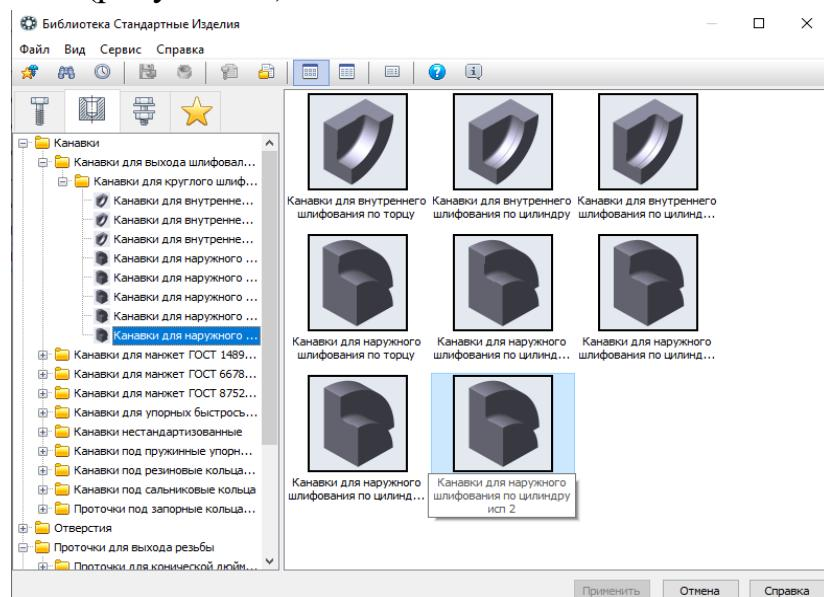

Рисунок 17 - Выбор канавки из Библиотеки Стандартные изделия
- Для создания канавки в строке меню *Приложения* выберите команду *Механика – Валы и механические передачи 3D – Простые конструктивные элементы – Канавки*. В открывшемся окне *Библиотека Стандартные изделия* откройте ветвь *Канавки – Канавки для выхода шлифовального круга ГОСТ 8820-69 – Канавки для круглого шлифования* и выполните двойной щелчок мыши на элементе «Канавки для наружного шлифования по цилинду исп. 2» либо выполните двойной щелчок мыши на изображении элемента в правой части окна (рисунок 17).